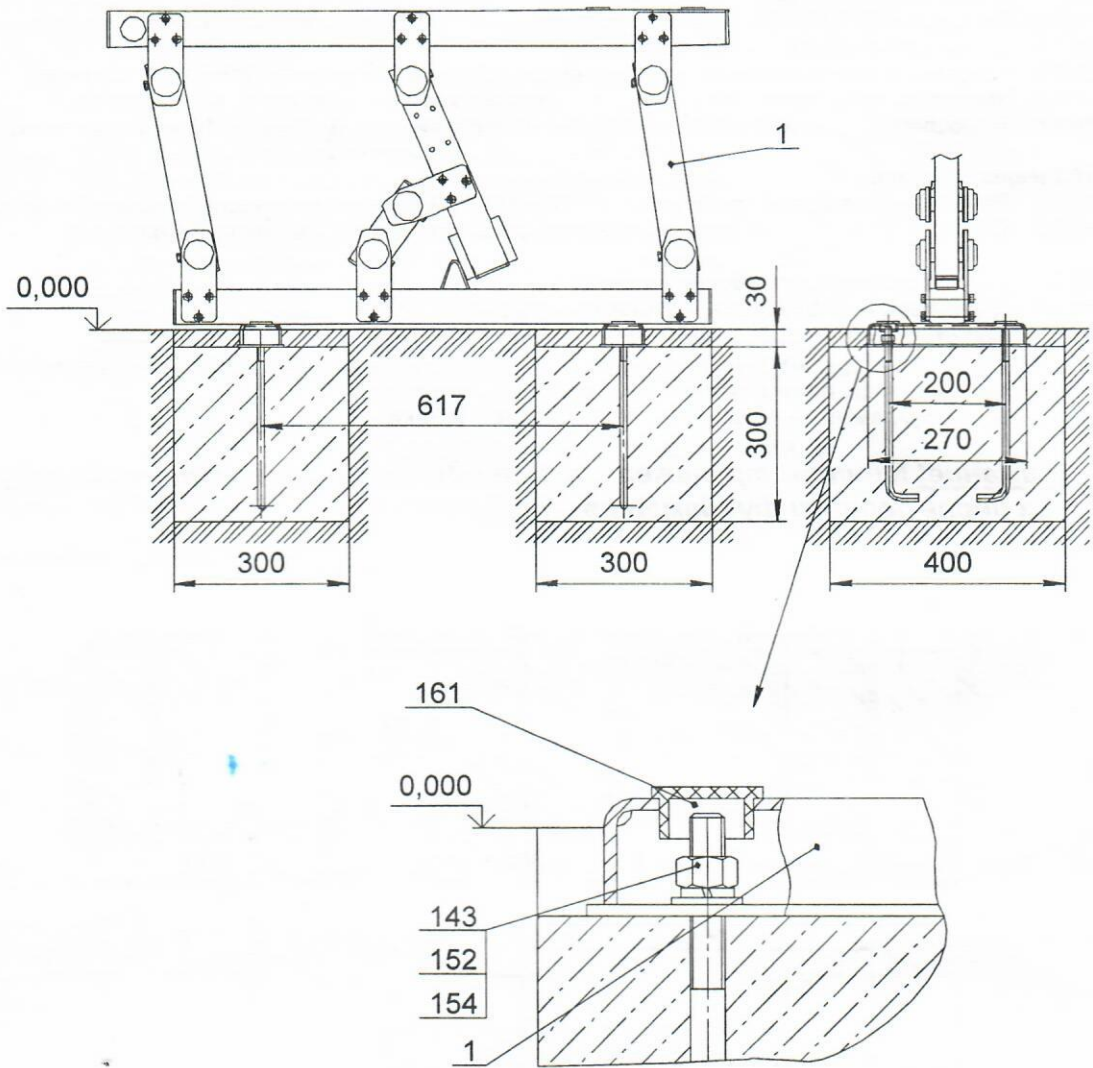

Рис.3
10.3.2 Убедиться в сухости и прочности залитого бетона. Установить металлоконструкцию поз. 1 на анкерные болты и закрепить, установить заглушки поз.161 (рис.3):